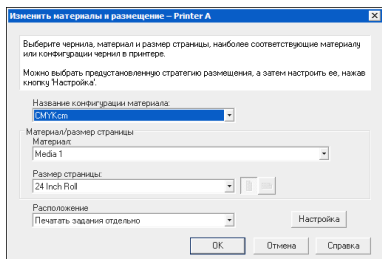

Рис. 5. Изменение типа материалов и размещения
2. Выберите принтер в области печати (верхний левый угол). Тип материалов и параметры отображаются справа от принтера. 3. Если представленная программой информация соответствует используемым материалам, принтер готов к печати. Если нет, щелкните кнопку **Изменить** на правой стороне главного окна. Должно открыться диалоговое окно «Изменение материалов и размещения» (см. рис. 5).